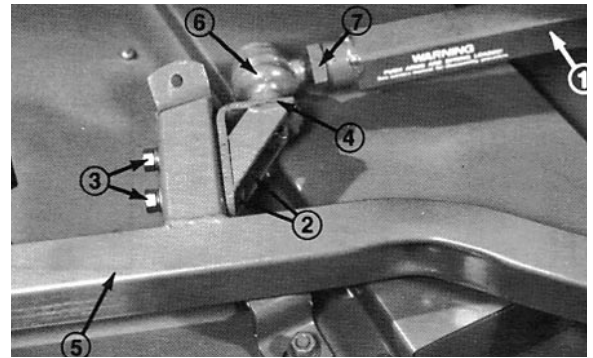

Fig. 10
6. Chiedere all'assistente di spingere in giù il braccio di spinta sinistro mentre si tolgono le viti mordenti, le rondelle piane, le rosette di sicurezza e i dadi che fissano l'attacco del giunto sferico alla staffa di montaggio sull'apparato di taglio (Fig. 10). A questo punto l'assistente può lasciare, con cautela, che il braccio di spinta si sposti lentamente verso l'alto, il che rilascerà gradualmente il carico della molla.